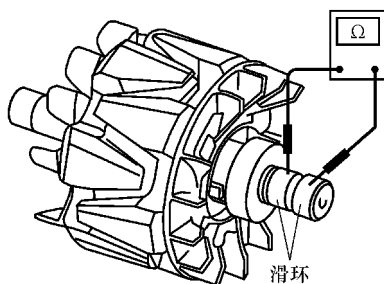

图 3-15 测试滑环电阻
1) 电阻测试：如图 3-15 所示，使用万用表欧姆档检测发电机滑环电阻，如果不在规定范围内，应更换转子。